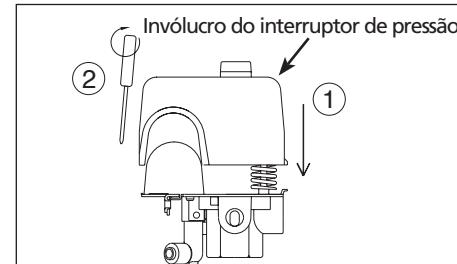

Figura 5
- Instale o invólucro do interruptor no corpo do interruptor (Veja a Figura 5).